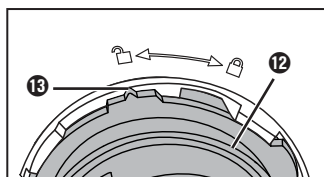

Fig. 5
- 6) Gire el soporte **12** en sentido antihorario hasta que la marca **13** del soporte **12** apunte hacia el símbolo  del recipiente para la masa **15** (fig. 5). Retire el soporte **12** con el eje de amasado **10**.